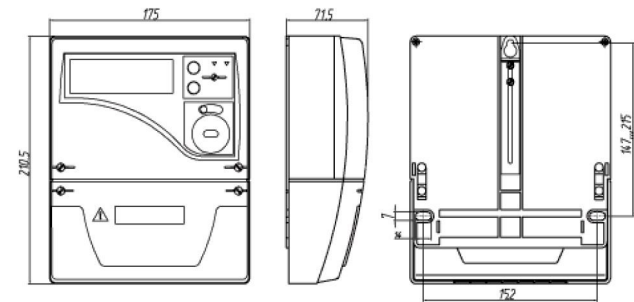

Рисунок 1 - Загальний вигляд лічильника CE303-U в корпусі S31
2.1.11 Загальний вигляд, габарити та установочні розміри лічильника наведені на рис.1.